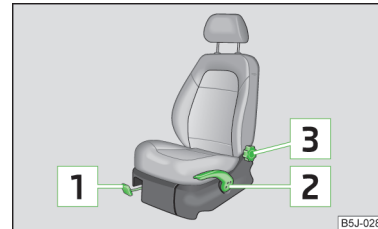

Abb. 54
- Den Hebel **1** » Abb. 54 nach oben ziehen und dabei den Sitz in die gewünschte Position schieben.
- Möchte man den Sitz anheben, den Hebel **2** » Abb. 54 nach oben ziehen bzw. pumpen.
- Die Sitzlehne entlasten (sich nicht anlehnen) und das Handrad **3** » Abb. 54 drehen, um die gewünschte Lehnenneigung einzustellen.